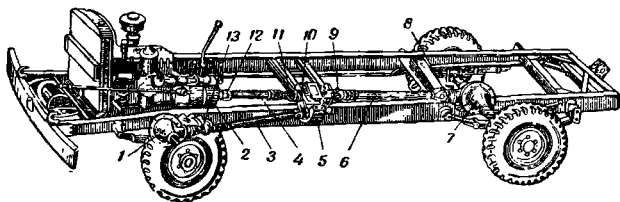

Рис. 95. Схема силовой передачи двухосного автомобиля с двумя ведущими мостами:
1) двухосные с двумя ведущими мостами (ГАЗ-63, ГАЗ-69, рис. 95);